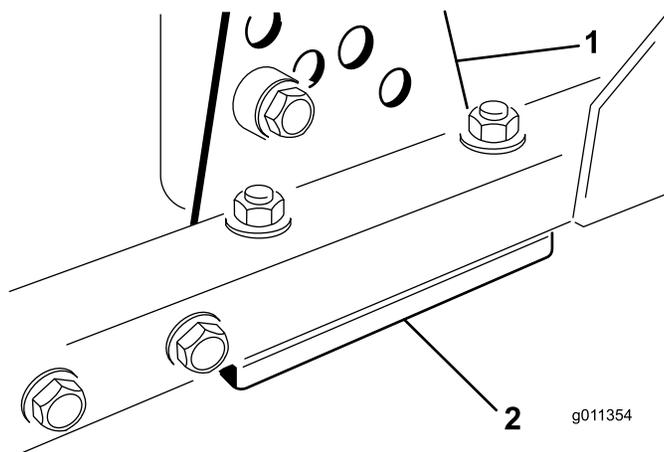

Рисунок 123
- Снимите кронштейн высоты скашивания (передний, левый или правый) с рамы режущего блока (Рисунок 123).
- Отрегулируйте количество регулировочных прокладок толщиной 1,5 мм и/или 0,7 мм между рамой режущего блока и кронштейном, чтобы получить необходимую настройку высоты (Рисунок 123).